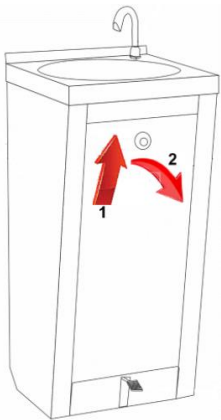

Fig. 7
- Om het te verwijderen, plaatst u uw vinger in het bovenste gat en trekt u het verticaal (1 omhoog), waarna u het eruit trekt (2) zoals getoond in Fig. 7.